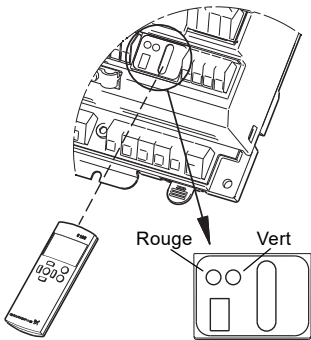

Fig. 7 R100 et indicateurs lumineux
1. Pointer le R100 en direction de l'IO 351 et appuyer sur [OK]. Voir fig. 7.
Voir fig. 7.